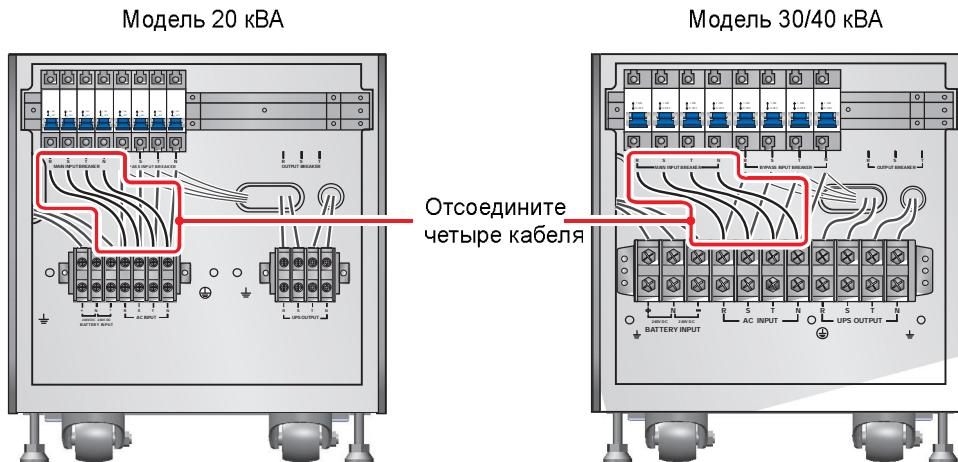

Рис. 6-6. Отключение четырёх кабелей, соединяющих блок зажимов сетевого входа с основным входным размыкателем
- Удалите четыре кабеля, соединяющие блок зажимов сетевого входа и основной входной размыкатель (см. *рис. 6-6*). Подключите кабели сети переменного тока R, S, T и N к основному входному размыкателью.